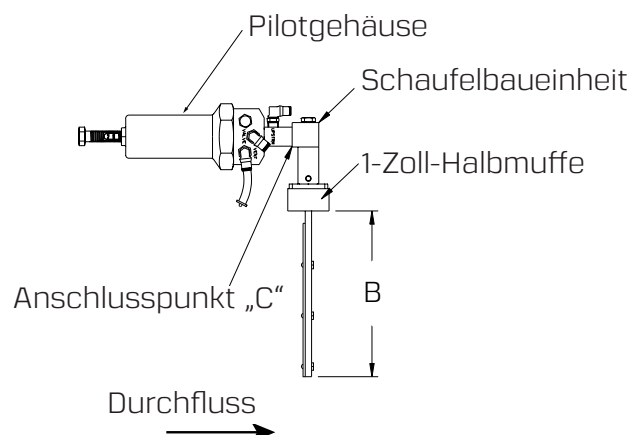

Abbildung 3. Messung der Schaufellänge.
- b. Messen Sie bei an der Schaufelbaueinheit montierter kürzerer Halbmuffe den Abstand vom Ende der Schaufel bis zum unteren Ende der Halbmuffe (Maß B, siehe Abbildung 3).
4. Schrauben Sie das Pilotgehäuse an Punkt „C“, wie in Abbildung 3 dargestellt, von der Schaufelbaueinheit ab. Achten Sie darauf, die Gummidichtung zwischen dem Pilotgehäuse und der Schaufelbaueinheit nicht zu verlieren.